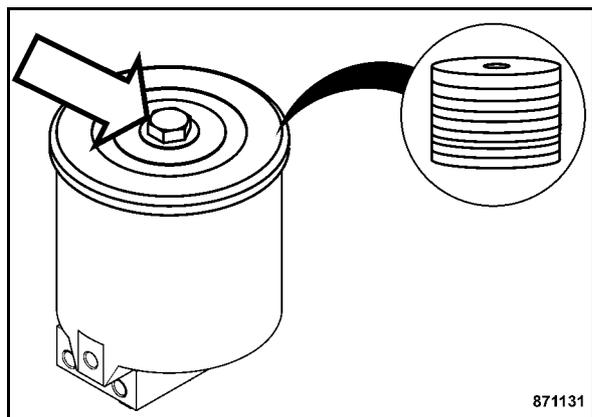

Рис. 157
- Вывинтить крепежный винт (Рис. 157) и снять с крышкой.